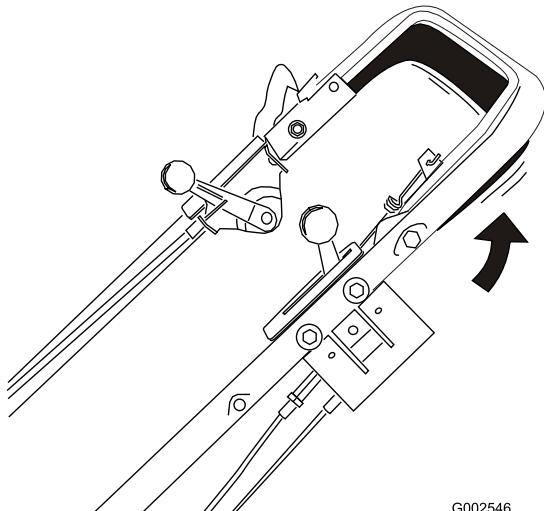

Bild 17
3. Drücken Sie den Fahrantriebshebel gegen den Griff (Bild 17).